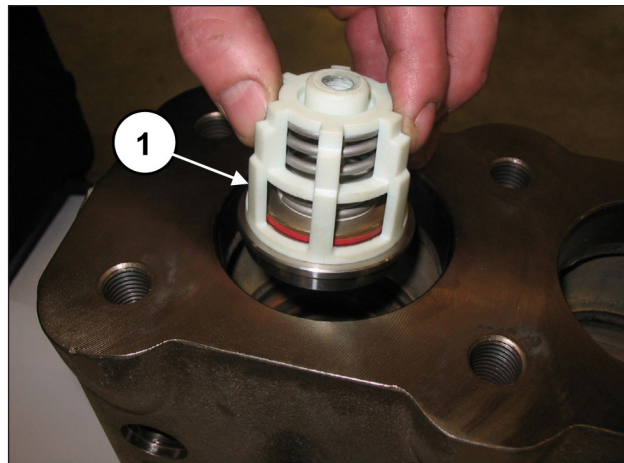
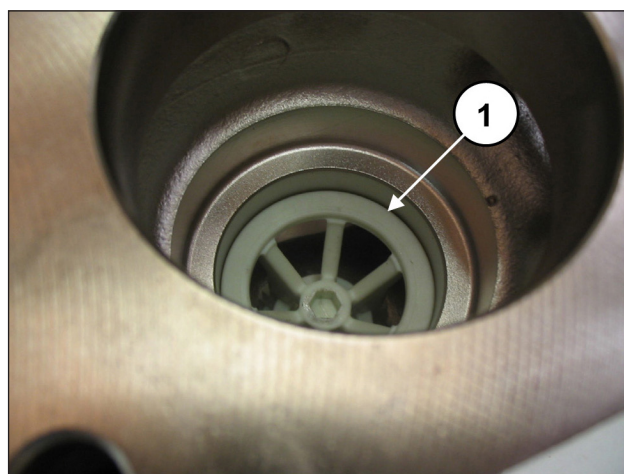

Abb. 119
Abb. 120
Setzen Sie die Saugventilgruppe (Pos. ①, Abb. 119) und anschließend das Distanzstück ein (Pos. ①, Abb. 120). Die komplette Ventilgruppe muss bündig eingesetzt sein und so erscheinen wie in Pos. ①, Abb. 120.